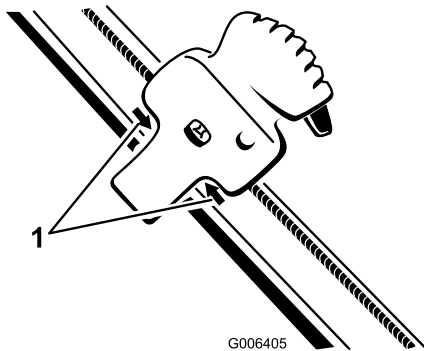

**Figure 34**
1. Desserrez les serre-câble des 2 câbles de commande Quick Shoot (Figure 34).